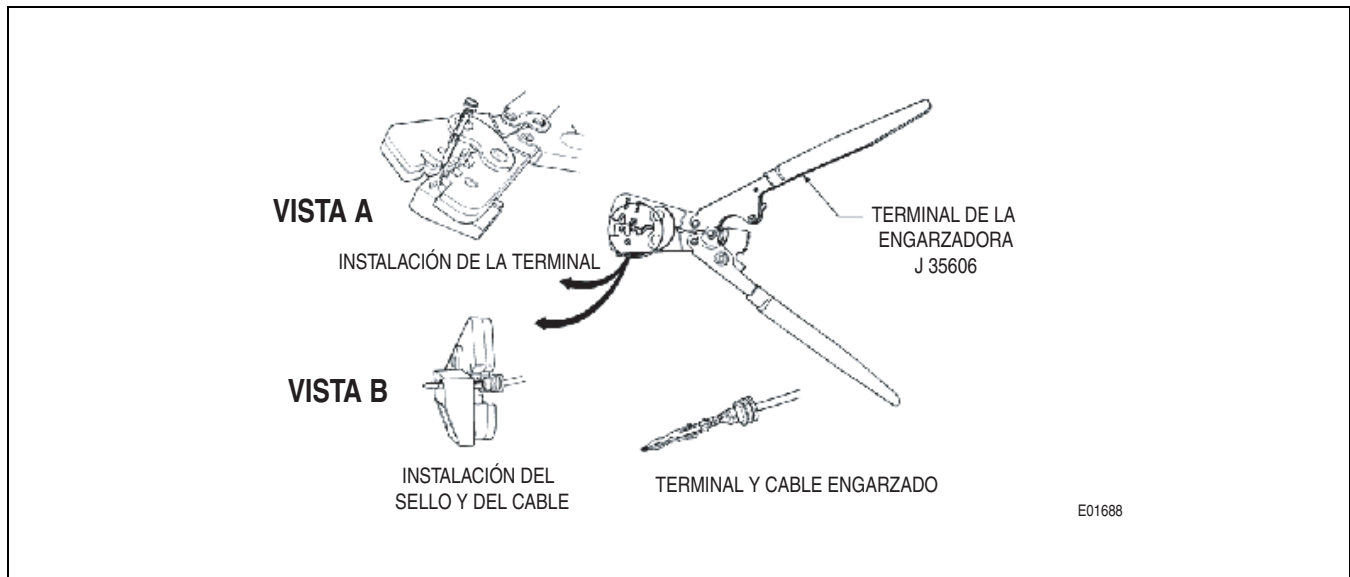

Figura E-7B. Engarce de terminales con la herramienta J 35606
3. Introduzca la terminal en la engarzadora J 35606 (consulte la Figura E-7B, Vista A), abertura marcada 18–20.
6. Deslice el sello del cable hacia el borde del aislador e introduzca el cable y el sello en la terminal (consulte la Figura E-7B, Vista B).